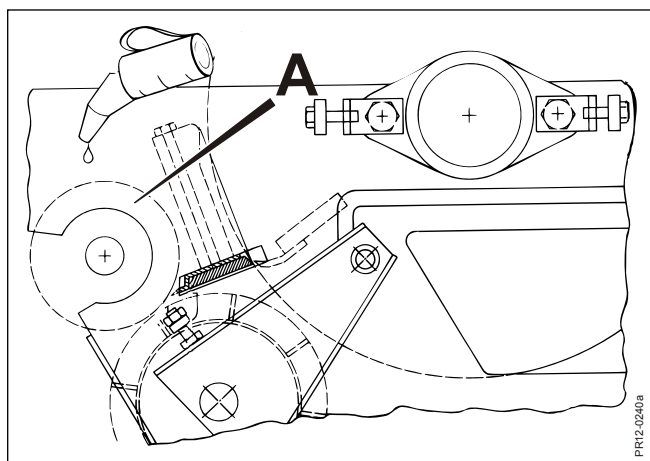

Рис. 7-6
- Рис. 7-6 Верхний задний подающий валец, гладкий валец **A** следует защищать от ржавчины. Если вы не собираетесь использовать агрегат более одного дня, покройте валец смазкой.